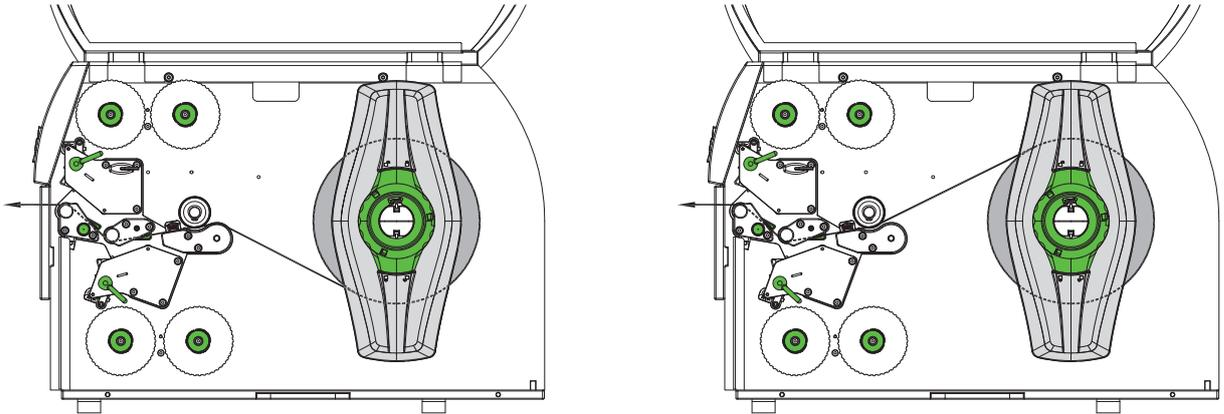
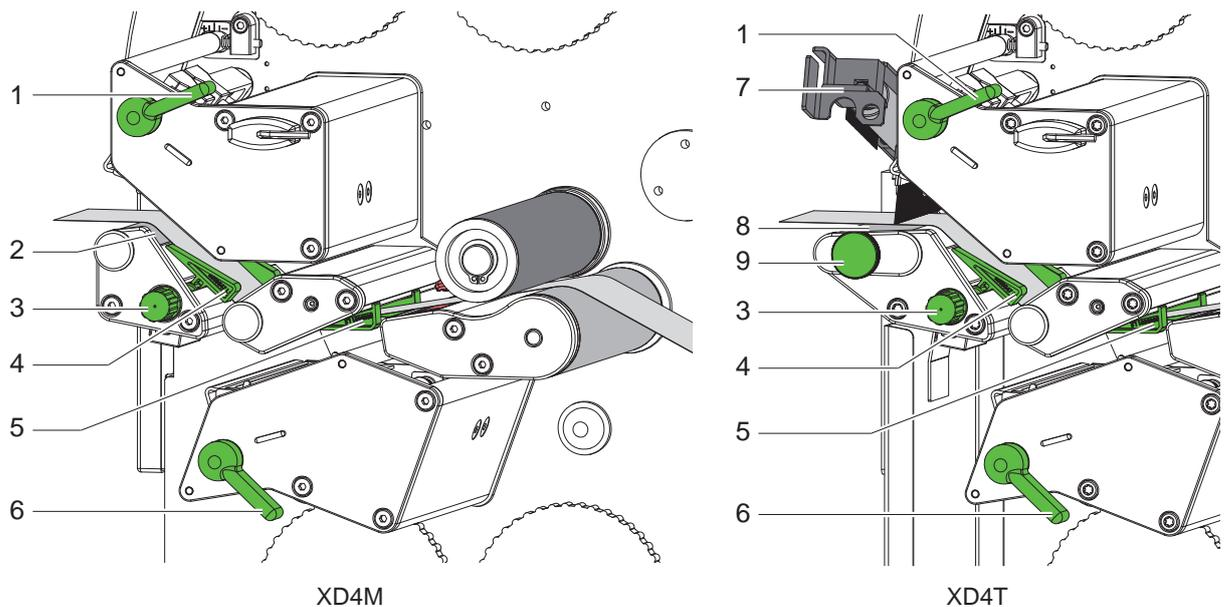

Figura 9 Percorso materiale con avanzamento dal basso (sinistra) e dall'alto (destra)
Figura 10 Inserimento del materiale nella meccanica di stampa
1. Svolgere dal rullo strisce di materiale lunghe circa 50 cm e condurle attraverso la meccanica di stampa come indicato nella figura 9.
2. solo XD4T: Tirare il perno di arresto (9). Il sistema di pressione (7) si orienta verso l'alto.
3. Ruotare la leva (1) in senso antiorario e la leva (6) in senso orario per sollevare le due teste di stampa
4. Allontanare le guide (4,5) ruotando il pulsante (3) fino a quando ci entra il materiale.
5. Posizionare il materiale come indicato nella figura 10 attraverso le due unità di stampa fino al rullo stampatore superiore (2 / XD4M) o al rullo di trazione (8 / XD4T) e tra le guide (4,5).
6. Avvicinare le guide ai bordi del materiale ruotando la manopola (3).
8. solo XD4T: Tirare il perno di arresto (9). Premere il sistema di pressione verso il basso (7) e bloccarlo con il perno di arresto.